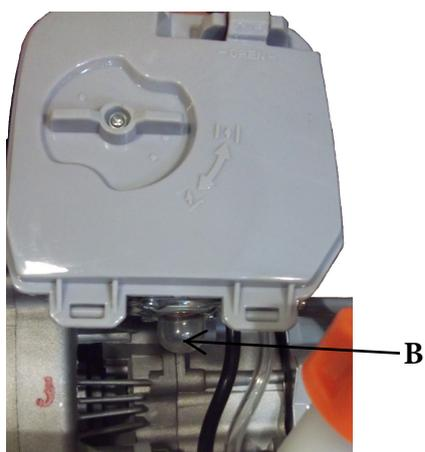

Рис.9
3. Нажмите на праймер (B) 3-5 раз, до появления в нем топлива(Рис.9)